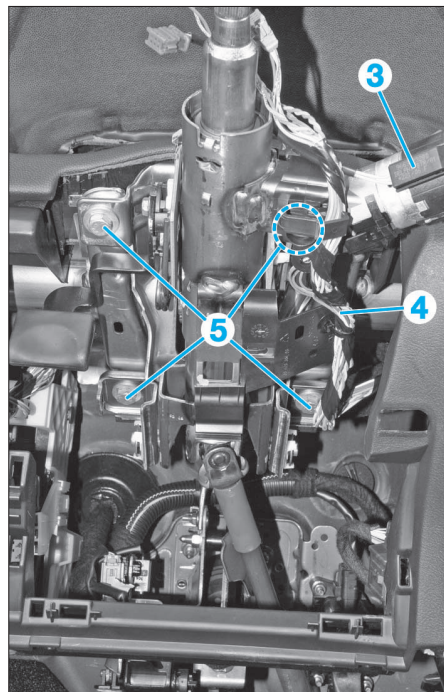

FIG. 5
- Déposer l'antenne transpondeur (3) après avoir soulevé ses pattes (Fig.5).